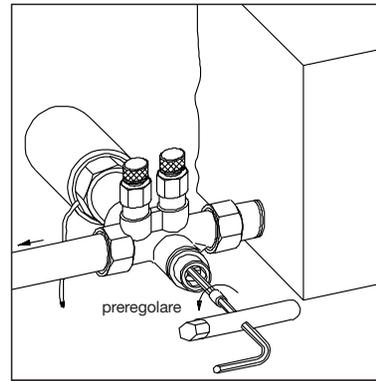

Fig. 1:
- 3 Effettuare, con la chiave Ch 4 tanti giri in senso antiorario, quanti indicati nel diagramma per ottenere la prerogolazione scelta (fig. 1).